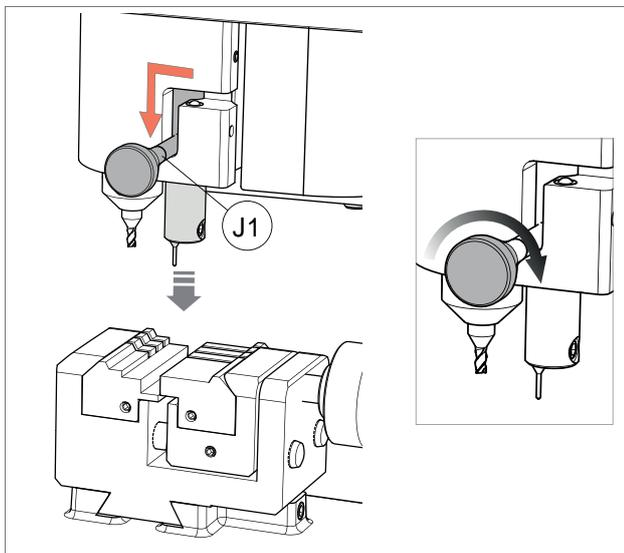

Fig. 56
- **ACTIVACIÓN DEL PALPADOR 01T (Fig. 56)**